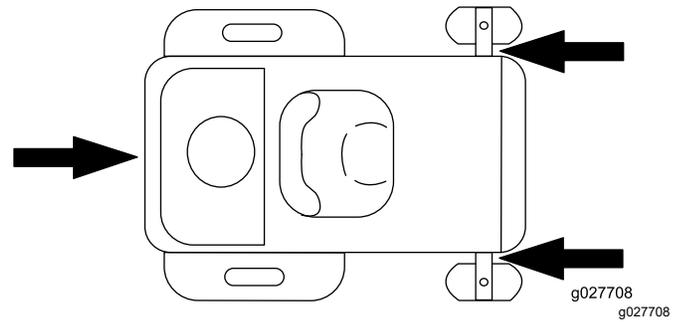

Рисунок 34
6. С помощью строп, цепей, тросов или канатов закрепите машину в точках, расположенных рядом с передними поворотными колесами и на задней части рамы (Рисунок 34).